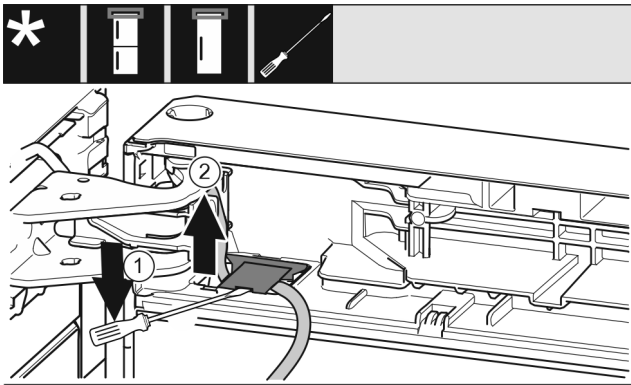

Fig. 19
- Mit dem Schlitzschraubendreher die Abdeckung anheben und herausziehen. *Fig. 19 (1)*
- Das Kabel herausziehen. *Fig. 19 (2)*